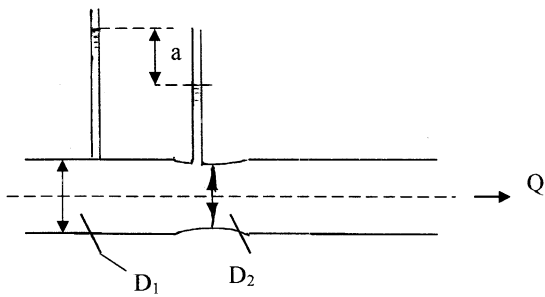

Рис. 9
2.1. На рис. 9 показана схема водомера Вентури, представляющего собой сужение трубопровода. Дано: $D_1=200$ мм, $D_2=100$ мм, $Q=10$ л/с. Определить разность уровней в пьезометрах а, пренебрегая потерями напора на участке сужения.